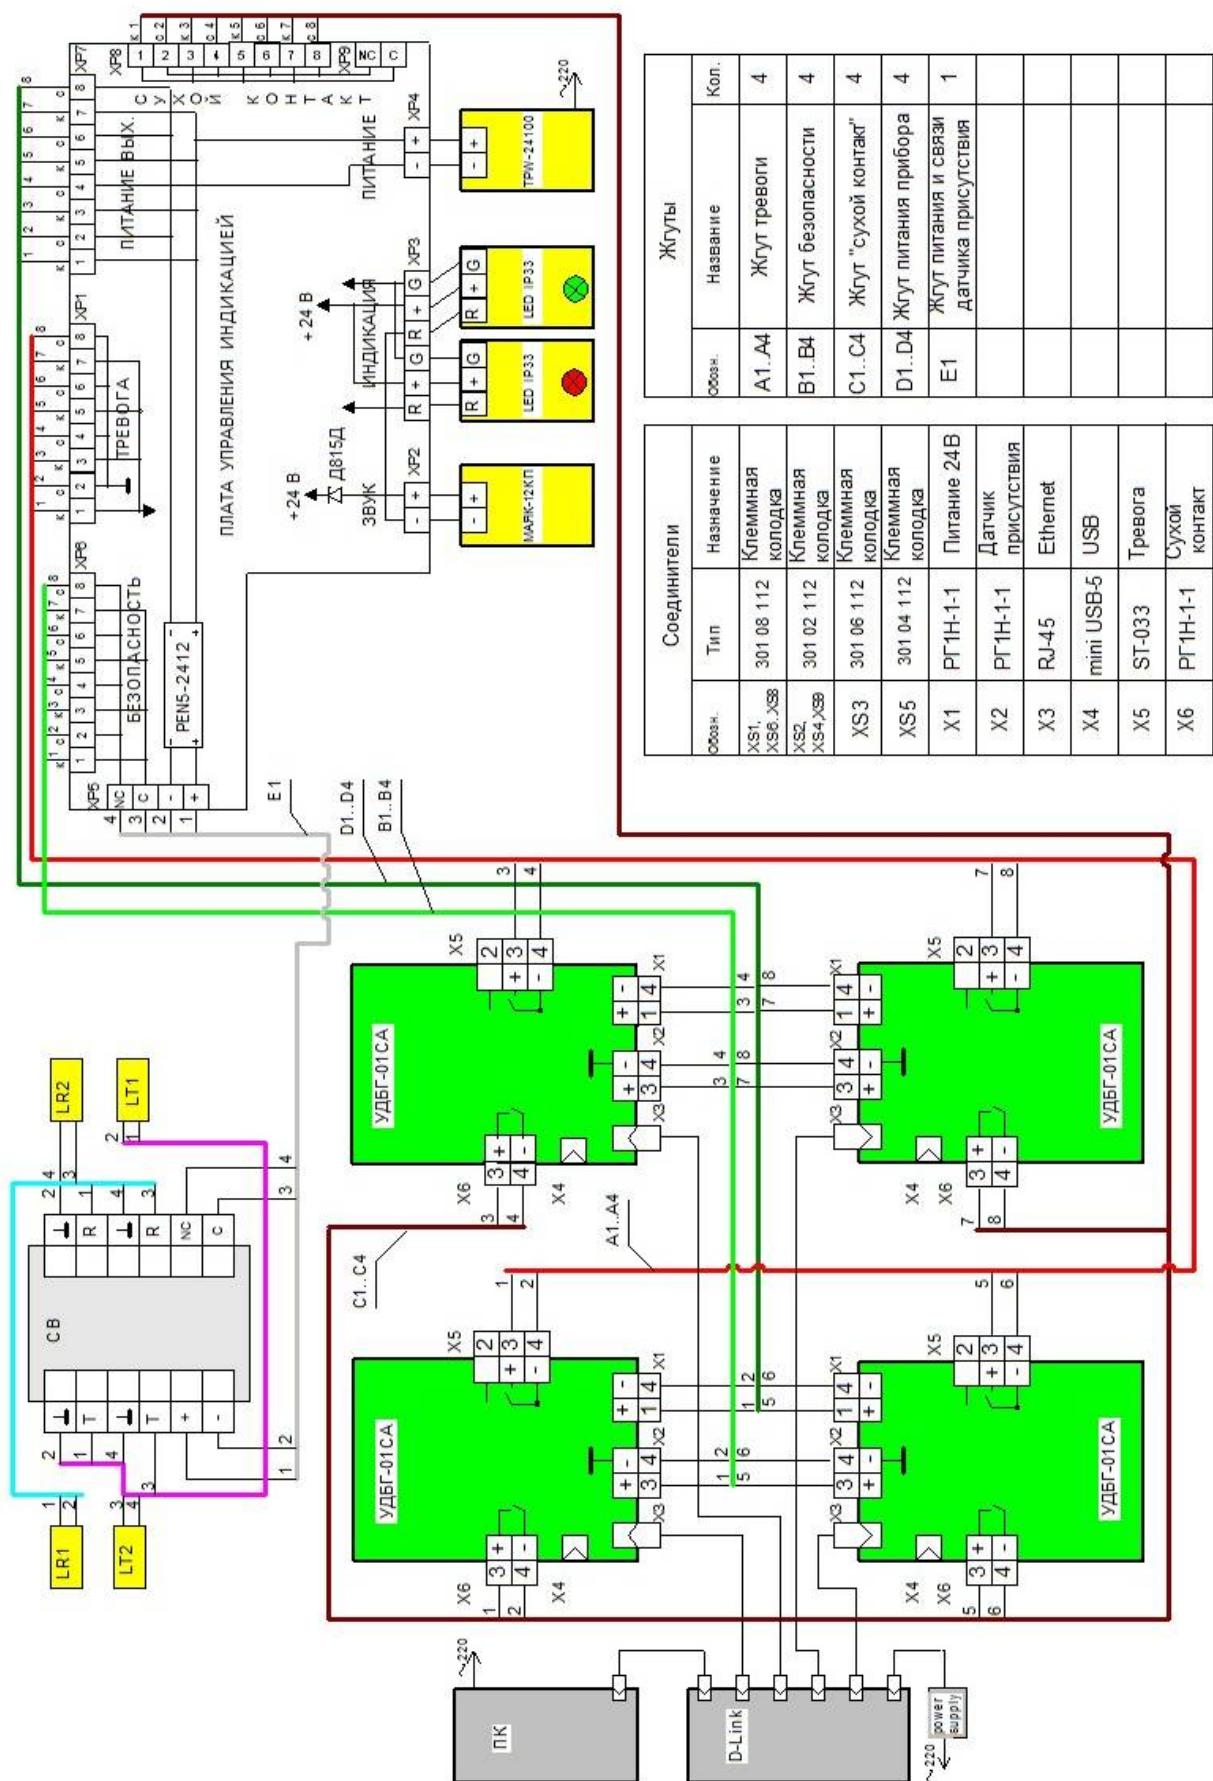

Рис. 11. Схема соединений КРКП-01СА
3.4.3 Для извлечения из архивной памяти прибора данных, отраженных в Журнале Тревог за прошлый период времени, кликните по кнопке «Журнал» внизу страницы «Мониторинг» (Рис.11).
Для продолжения работы закройте журнал тревог и вернитесь в режим мониторинга, кликнув по кнопке назад ««» (Рис.11).